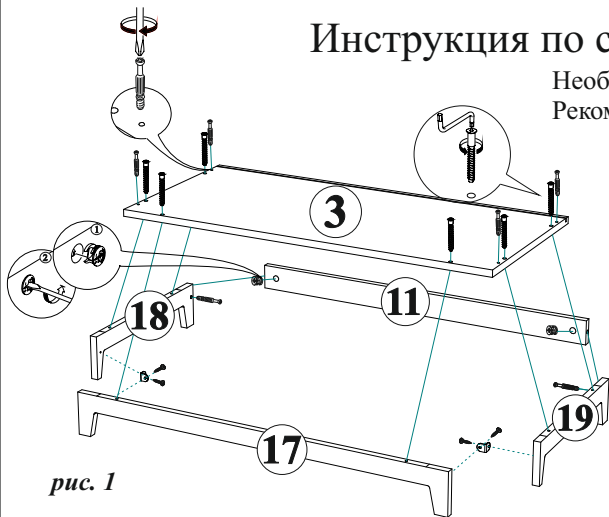

рис. 1
5. Вверните штока эксцентриковых стяжек в Крышку 3 **рис. 1**.